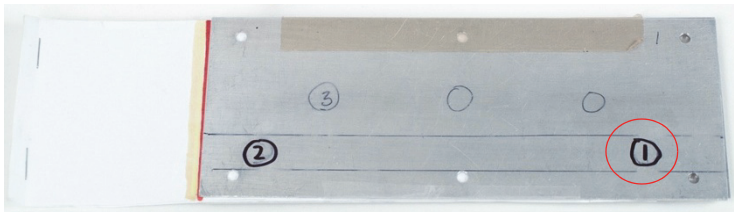

図 5-98 標準試験片の位置 1
3. 標準試験片上の位置 1 にプローブを配置し (200 ページの図 5-98 を参照)、そこでプローブをしっかりと押さえながら A リフトバランスキーを押します ()。